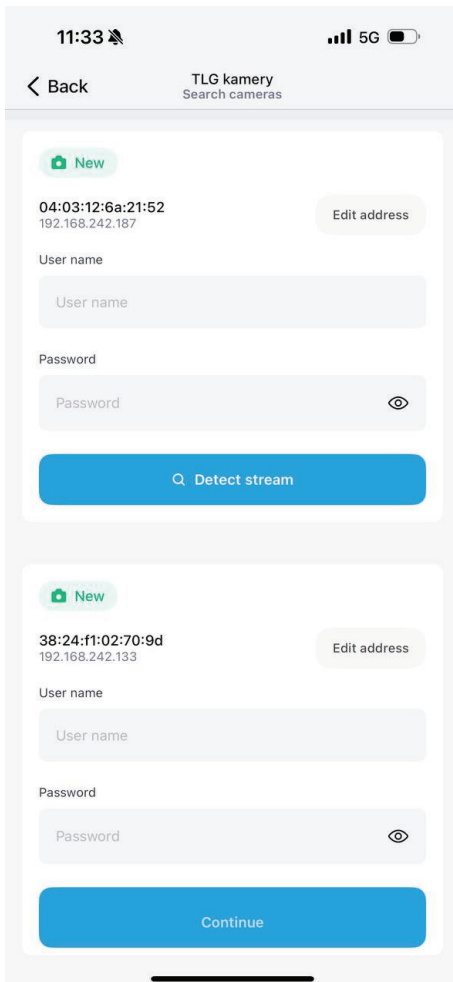
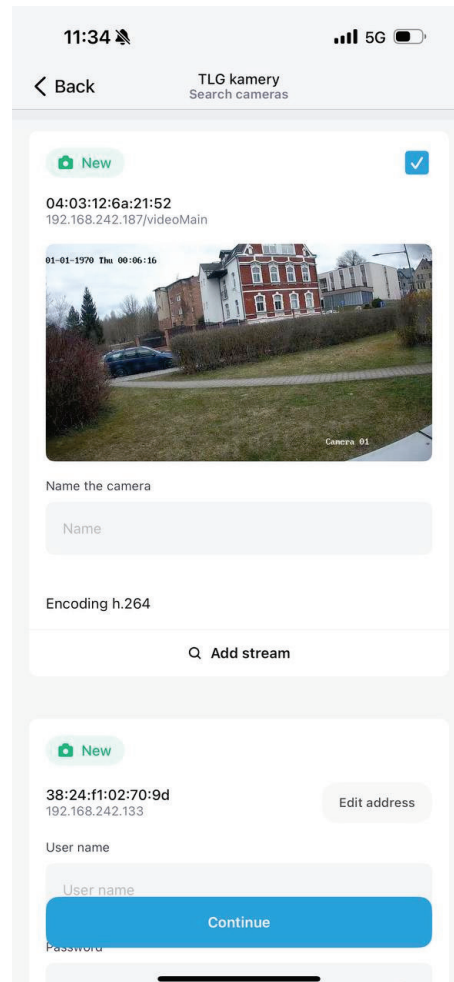
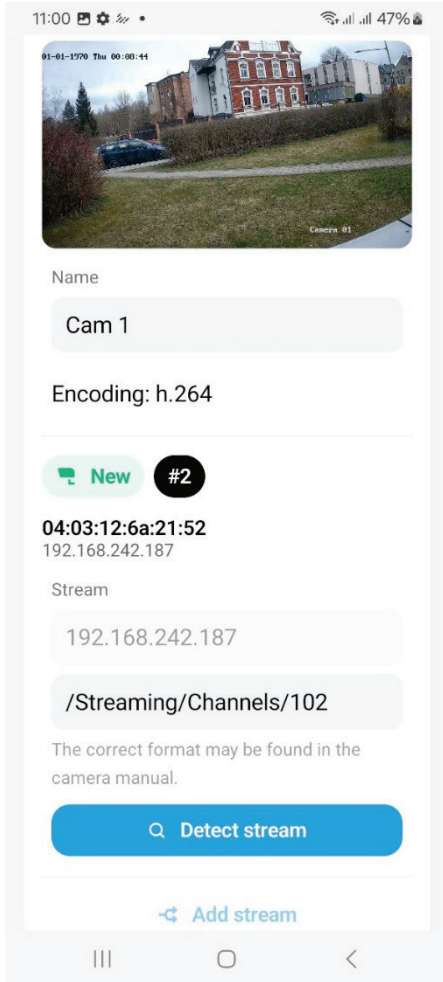
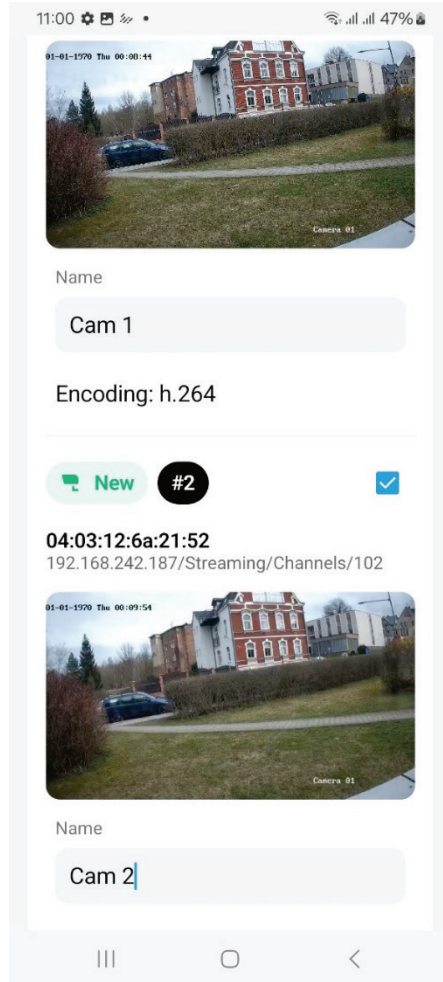

Рис. 3: Виявлення потоку
Рис. 4: Попередній перегляд потоку
Рис. 6: Виявлення наступного потоку
Рис. 7: Попередній перегляд наступного потоку
2. Підключіть адаптер конвертера до розетки і вставте роз'єм USB-C в пристрій (1).
5. Після завантаження камер за MAC-адресою або IP-адресою введіть ім'я та пароль камер, які ви хочете зареєструвати, і натисніть Виявити потік (Рис. 3). Після цього з'явиться попередній перегляд зображення з камери і виберіть камеру для реєстрації, встановивши прапорцець у верхньому правому куті (Рис. 4). Вибравши Додати потік, ви можете підключити, наприклад, пристрій запису з декількома камерами (рис. 7). Окремі потоки можна визначити за допомогою ідентифікатора (videoSub). Наприклад, для камер Hikvision: <ім'я користувача>:<пароль>@<адреса>:<порт>/Streaming/Channels/videoSub/. У кожного виробника своя форма позначення (рис. 6).